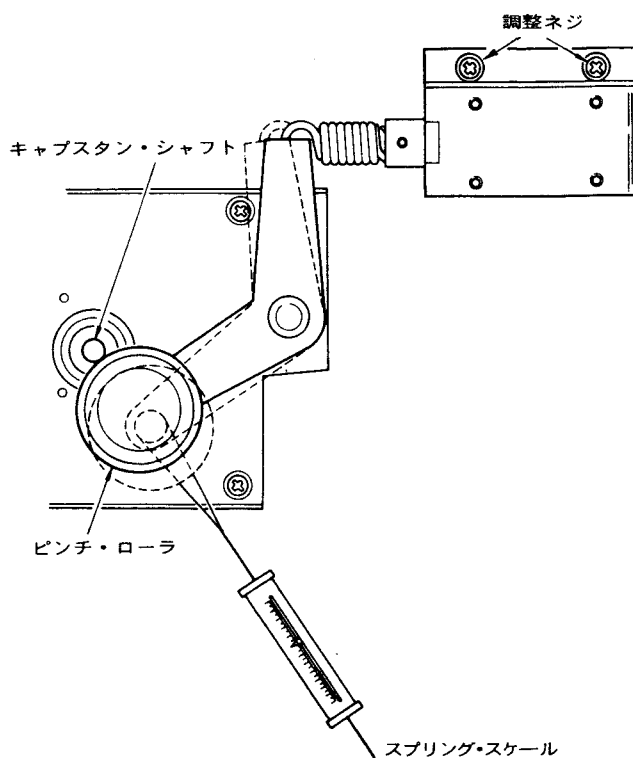

図 1-7
3. スプリング・スケールを図 1-7 に示すようにピンチローラ・シャフトにかける。
5. この値の範囲外の場合はソレノイドの位置を 2 本の止めネジをゆるめ調整する。(図 1-7 参照)